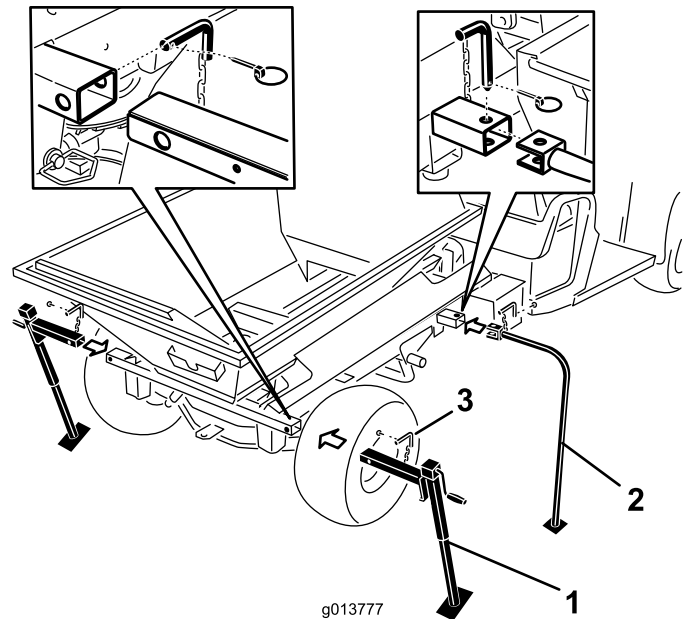

Figura 42
7. Introduzca las patas de almacenamiento delanteras y los gatos traseros en los tubos de la ProPass y sujételos con los pasadores de bloqueo (Figura 42).